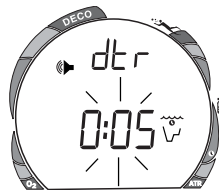

Fig. 41 - Einstellung
- Die Anzeigen **dtr**, das Lautsprechersymbol und das Symbol für Flaschendruck erscheinen, die Anzeige für die verbleibende Tauchzeit blinkt (Abb. 41).